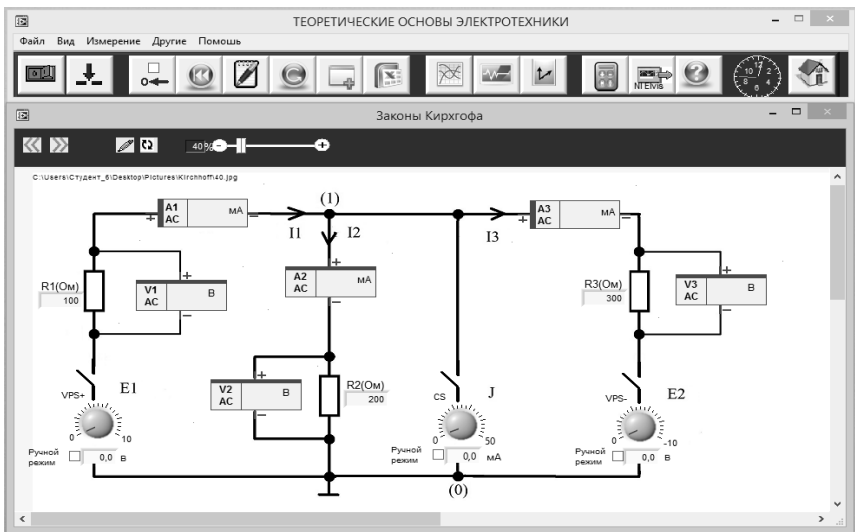

Рис.4
4.11. Из главного меню выберите **Законы Кирхгофа**. Откроется заранее подготовленное изображение электрической схемы с установленными на ней полями компонентов и приборов (рис.4).
- источник тока J (CS);
4.12. Соберите на плате цепь в соответствии со схемой, показанной на рис.4. Установите номиналы сопротивлений, соответствующие заданному преподавателем варианту.